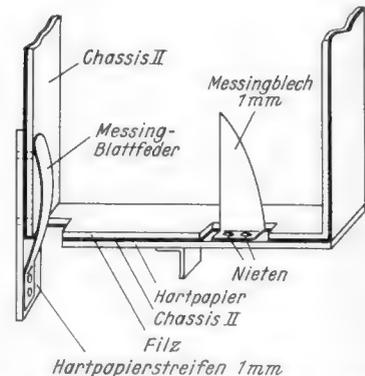

Bild 4. Kontaktstücke zum Durchschalten der Heizbatterie
7. Die Bedienung wird weiter vereinfacht, wenn die Heizbatterie-Attrappe vermieden wird. Stattdessen wird eine Kontaktnase isoliert auf Chassis II angebracht und zwar so, daß sich beim Einschieben des Taschenempfängers die Heizbatterie-Klemmfeder auf diese Nase aufschiebt. Dies ist der positive Heizkreisanschluß. Der negative Anschluß wird durch eine einfache Messingblattfeder hergestellt, die auf der dem Nf-Über-träger zugewandten Seite des Chassis II isoliert befestigt wird, damit der „positive“ Anodenanschlußstecker nicht über die Befestigungsschrauben auf der Frontplatte mit dem negativen Chassis in Verbindung kommen kann. Bild 4 veranschaulicht den Einbau dieser Teile. Im Chassis nach Bild 4 (Heft 1/1953) ist allerdings noch ein Ausschnitt vorzusehen, damit die Nase in das Chassis des Taschenempfängers greifen kann und mit der Heizbatteriefeder Kontakt bekommt. Konrad Sauerbeck